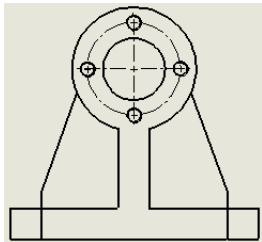

图 14-56 绘制的主视图
① 绘制零件的主视图。创建“基座”零件的工程图文件，只绘制一个主视图，如图 14-56 所示。